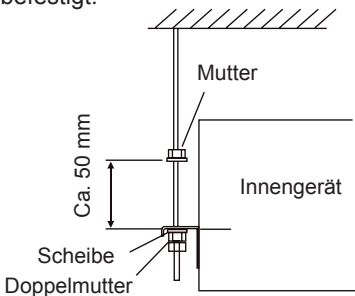

Abb. 3.5 Befestigungsschrauben und Muttern
- 1 Befestigen Sie die Befestigungsschrauben und die Mutter wie in Abb. 3.5 dargestellt. Muttern werden durch vier Schrauben befestigt.